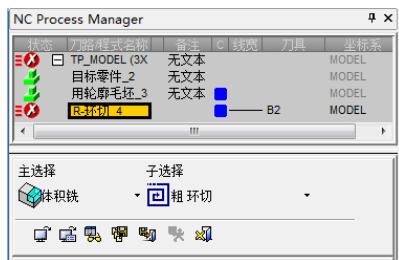

图 3-74 “NC Process Manager”对话框 (1)
1) 创建程序。单击“加工向导”工具栏上的“加工程序”按钮，弹出“NC Process Manager”对话框(1)，“主选择”为“体积铣”，“子选择”为“粗环切”，如图 3-74 所示。